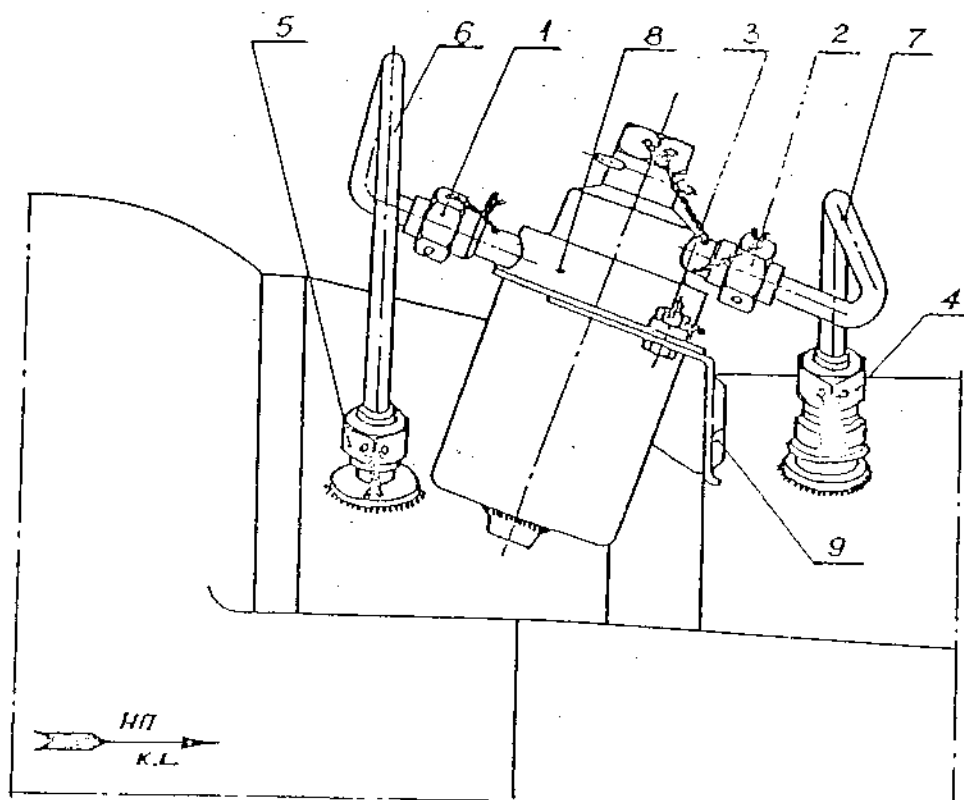

Рис. 7.2. Воздушный фильтр III опоры.
15. Замена воздушного фильтра III опоры (рис. 7.2.).